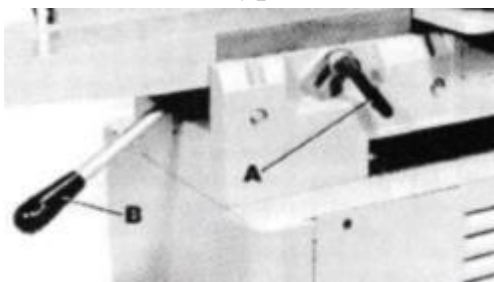
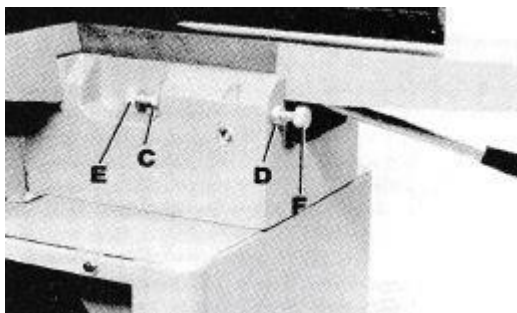

Рис. 27 Регулировка разгрузочного стола
Рис. 28 Регулировка неподвижных упоров
Для перемещения разгрузочного стола ослабить фиксирующую ручку (А), Рис. 27, и переместите рычаг подъема и опускания стола (В) вверх или
Может потребоваться отрегулировать неподвижные упоры. Ослабьте две контргайки (С) и (D), Рис. 28, и два регулировочных винта (Е) и (F) при перемещении стола вверх или вниз.
Если стол находится точно на одном уровне с ножами в наивысшей точке вращения, то затяните фиксирующую ручку (А), Рис. 27, и поверните регулировочный винт (Е), Рис. 28, до упора; затем затяните контргайку (С). Винт (F) также является неподвижным упором для нижнего предела разгрузочного стола. Производитель рекомендует также затянуть этот упор при установке разгрузочного стола на уровне ножей. Это предотвратит случайное опускание разгрузочного стола.